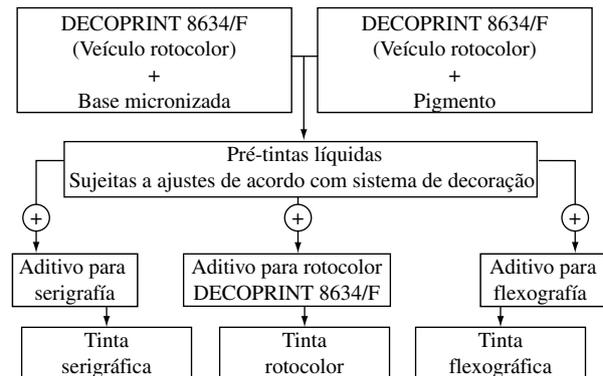

Figura 2. Utilização de base micronizada.
4.2. Utilização de base micronizada (Figura 2)